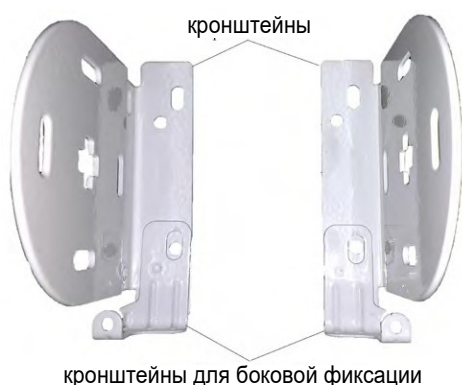

Рис. 3. Установка верхних кронштейнов для боковой фиксации
3. Просверлив отверстия под кронштейны, при необходимости вставить дюбели\*. Если изделие с опцией боковой фиксации (только для моделей Классика AMG и Пружина 32 мм AMG), то наложить кронштейны для боковой фиксации на обычные кронштейны, как показано на рис.3. Прикрутить кронштейны саморезами\*.
Пункты 4-9 только для изделий с боковой фиксацией (рис. 3, 5)